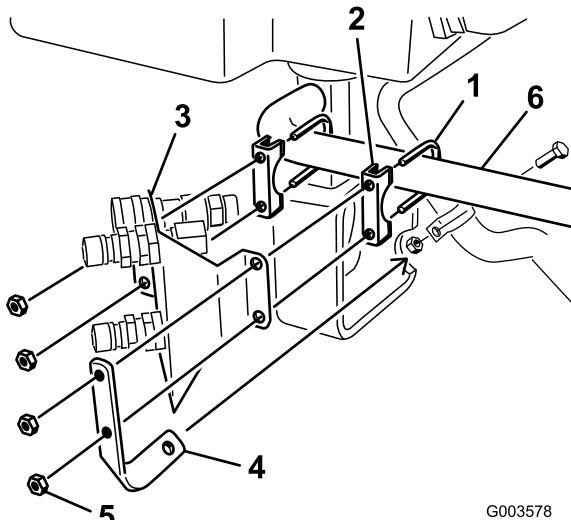

Figura 9
2. Instale el soporte de retención de los manguitos y el soporte de los acoplamientos a las abrazaderas del silenciador. No apriete las tuercas todavía. El soporte del acoplamiento tiene que estar suelto para poder instalar los tubos hidráulicos (Figura 9).